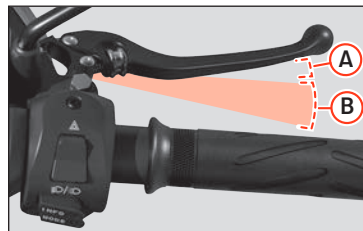

Fig. 19 Levier de frein
- Pendant la première partie du parcours du levier du frein avant (droit) » Fig. 19 A, le frein régénératif s'active. Ce système freine électroniquement la roue arrière et régénère l'énergie dans la batterie.
- Si vous continuez d'appuyer sur le levier de frein » Fig. 19 B le frein mécanique de la roue avant s'activera également. Plus la pression augmente, plus la puissance du frein mécanique augmente.